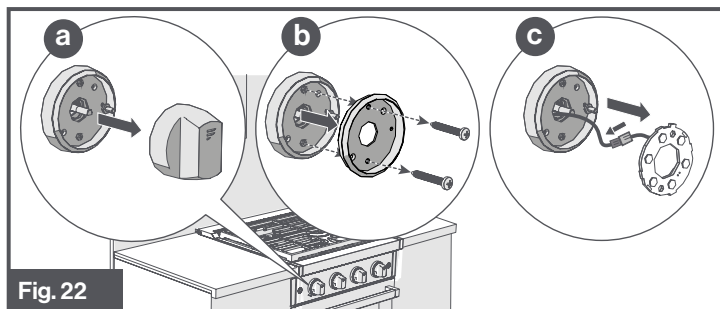

Fig. 22
1. Débranchez le four de l'alimentation électrique au moyen de l'interrupteur utilisé pour connecter l'appareil au réseau électrique ou du fusible. Saisissez et tirez sur le bouton de commande dont le voyant lumineux est cassé. (Fig. 22 **a**)
2. Retirez les deux vis qui maintiennent le guide de lumière DEL à l'aide d'un tournevis Phillips. (Fig. 22 **b**)
3. Retirez l'assemblage de la DEL après avoir déconnecté le fil de la base de la carte PCB de la DEL. (Fig. 22 **c**)